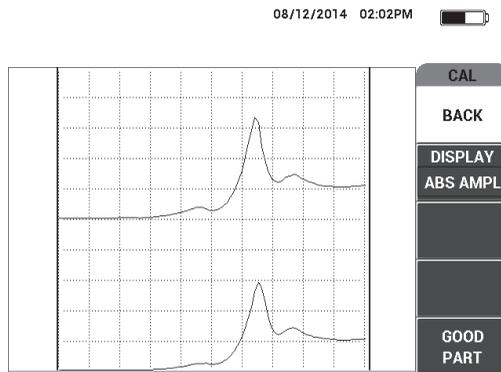

Figura 6-64 Señal de la zona libre de defectos
5. Mantenga la sonda sobre un área libre de defectos y, después, pulse el parámetro **GOOD PART** (tecla de función E). Ver la Figura 6-64 en la página 186.